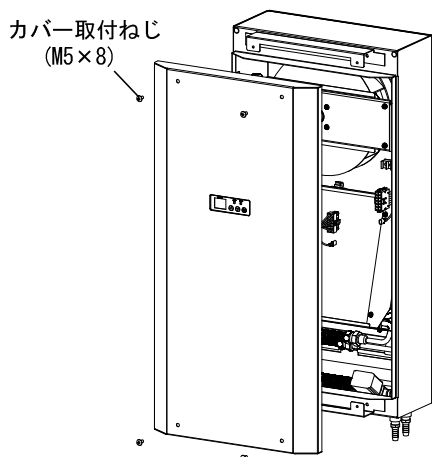

図10
①カバー取付ねじ（M5×8）を外し、本体とカバーを接続しているコネクタと接続端子を取外してください。（図10）